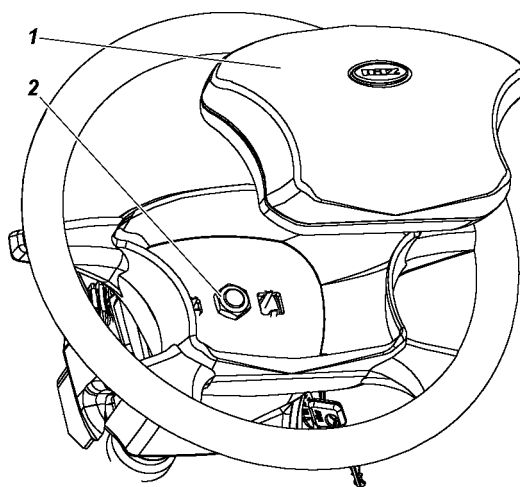

Рис. 12.5. Снятие рулевого колеса
1. Снимите выключатель 1 (рис. 12.5) сигнала. Для этого аккуратно потяните его на себя.